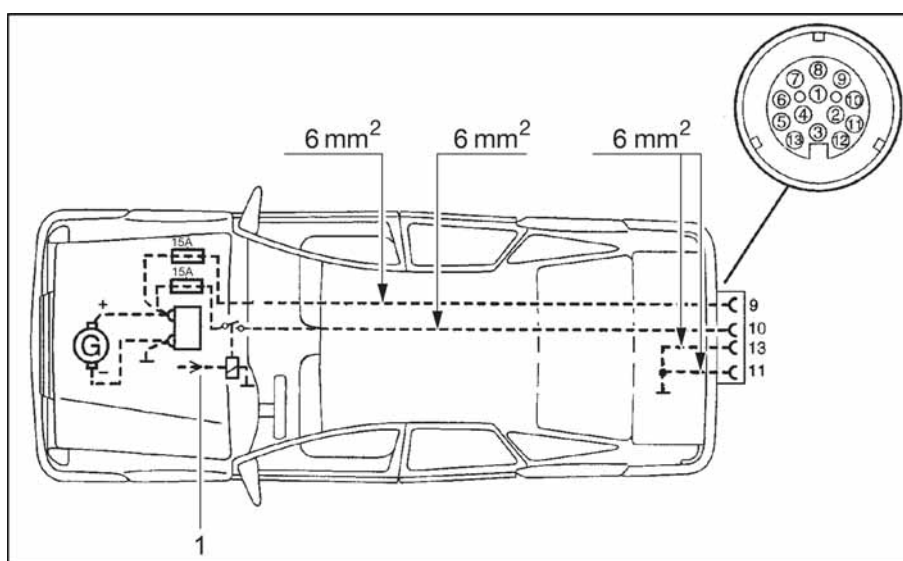

Fig. 102 Plano de instalación del vehículo tractor
- ▷ Equipar posteriormente el vehículo tractor con los cables de secciones correspondientes y un relé para la fuente de alimentación (controlado por el encendido) (ver Fig. 102).